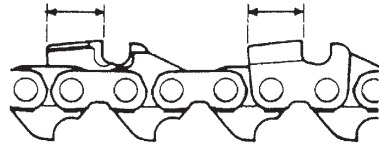

Fig. 46
- 5) Mantenga la misma longitud en todas las cuchillas. (Fig. 46)